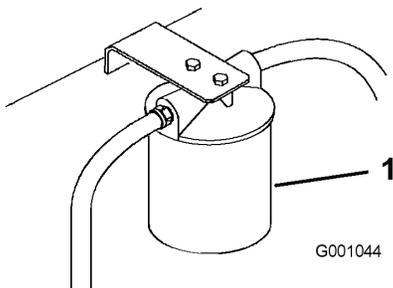

Figura 67
3. Coloque un recipiente bajo el filtro, retire el filtro usado y limpie con un paño la superficie de la junta del adaptador del filtro (Figura 67).